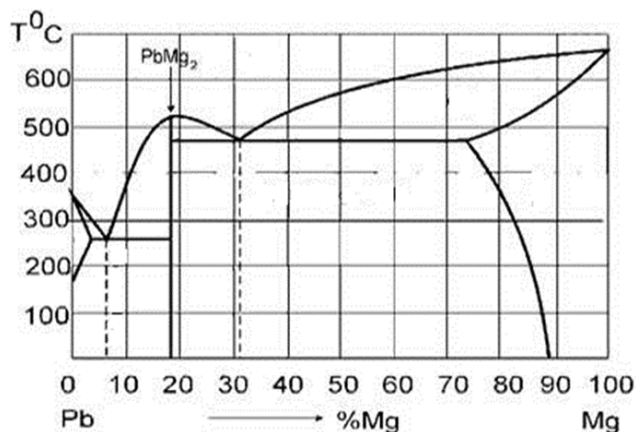

Figure 1 Рис.1
1. Показать на диаграмме состояния (рис.1) линии ликвидус и солидус. На всех участках диаграммы подписать компоненты, присутствующие в системе.
2. По диаграмме состояния (рис.1) указать температуры плавления чистых веществ и эвтектических сплавов, температуры плавления (диссоциации) соединений.